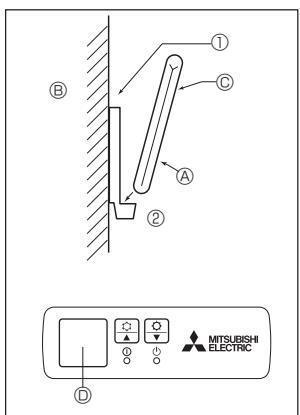

Fig. 6-5
2) Wijze van Installeren (Fig. 6-5)
① Bevestig de houder van de afstandsbediening op de gewenste plaats met de twee zelftappende schroeven.
② Zet het onderste gedeelte van de afstandsbediening in de houder.